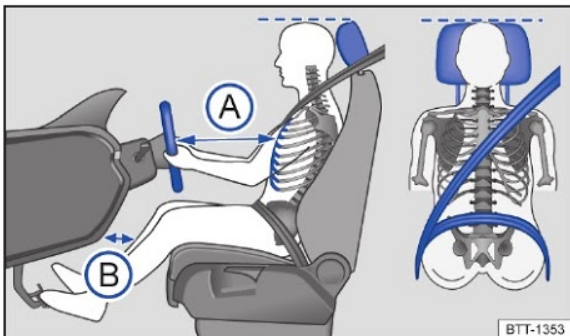

Fig. 22 Distância correta do condutor em relação ao volante, posição correta do cadaço do cinto de segurança e ajuste correto do apoio para cabeça.
- Ajustar o banco de modo que a distância entre o volante e o tórax tenha no mínimo 25 cm → Fig. 22 (A) e que o condutor possa segurar o volante pela borda externa com as duas mãos e os braços ligeiramente dobrados.
- Ajustar o banco do condutor na direção longitudinal de modo que os pedais possam ser acionados com as pernas ligeiramente arqueadas e a distância para o painel de instrumentos na área do joelho seja de, no mínimo, 10 cm → Fig. 22 (B).
- Para os bancos com apoio para cabeça: ajustar o apoio para cabeça de modo que a sua borda superior se encontre preferencialmente na mesma linha da parte superior da cabeça → Fig. 22 – porém não abaixo da altura dos olhos. Posicionar a parte posterior da cabeça o mais perto possível do apoio para cabeça.